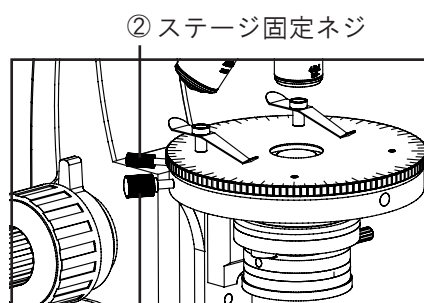

図 2 ① ステージ調整ネジ
3. ステージの回転を固定したい場合は、ステージ固定ネジ②を締めます。（図 2）